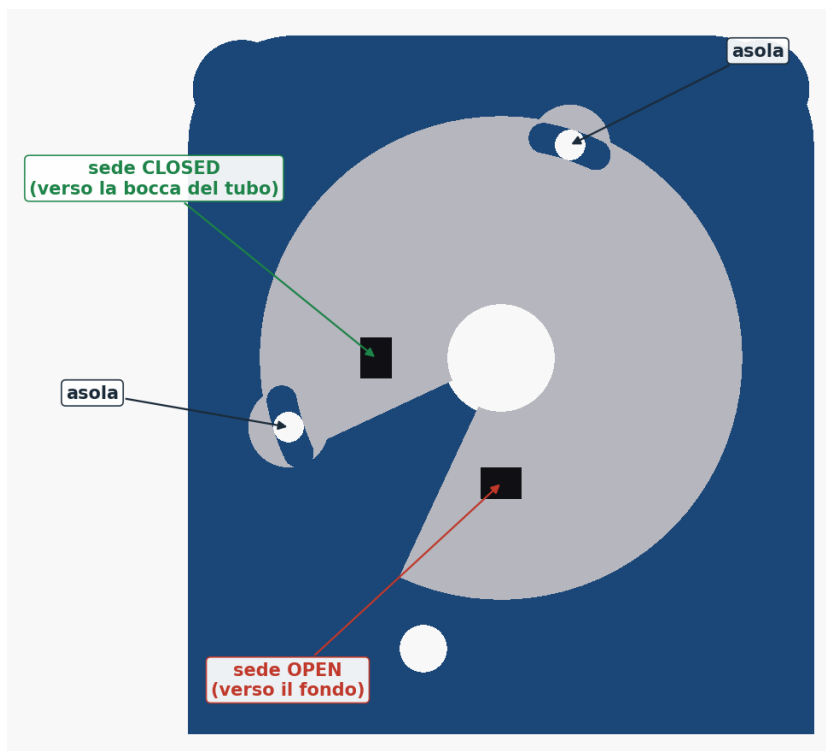

FIG. C2 - piastra dei sensori sulla parete sinistra, vista dall'interno
- La sede rivolta verso il **bordo anteriore** della scatola (lato tappo) è quella del sensore **CLOSED**; la sede rivolta verso il **fondo** della scatola (lato tubo) è quella del sensore **OPEN**. Guarda la figura C2.